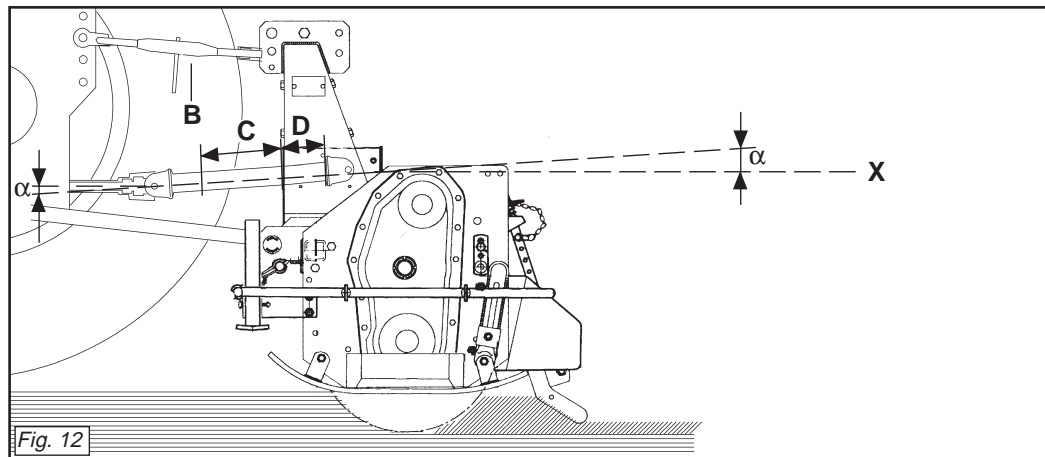
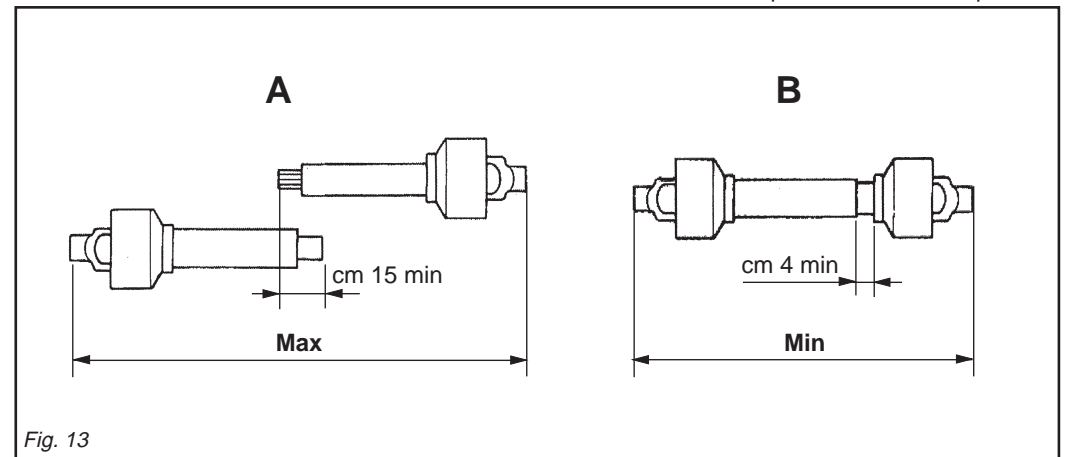

Fig. 12
Fig. 13
Per fare ciò aumentare o diminuire la lunghezza della barra superiore dell'attacco (B Fig. 12) in modo da portare l'asse (X Fig. 12) della ghiera scanalata della scatola parallela al suolo.
- I due angoli (α Fig. 12) formati dalle assi delle forcelle e l'asse dei tubi scorrevoli saranno uguali e non dovranno superare i 10°.
- La copertura (C Fig. 12) dei tubi scorrevoli deve essere di 15 cm minimo (Fig. 13).
- I due tubi dell'albero di trasmissione a cardano non si devono ricoprire completamente, una corsa di sicurezza (D Fig. 12) di 4 cm minimo deve sussistere.
To achieve this, increase or decrease the length of the top bar of the hitch (B Fig. 12) so as to set the axis (X Fig. 12) of the housing's grooved ring nut parallel to the ground.
- The two angles (α Fig. 12) formed by the fork axes and the axis of the sliding tubes will be equal and must not exceed 10°.
- The sliding tubes (C Fig. 12) must overlap by at least 15 cm (Fig. 13).
- The two tubes of the driveline shaft must not fully overlap. There must always be a safety travel (D Fig. 12) of at least 4 cm.
Um dies zu erhalten, die Länge der oberen Kupplungsstange (B Abb. 12) erhöhen oder verringern, bis die Achse (X Abb. 12) der Keilmutter des Gehäuses parallel zum Boden steht.
- Die beiden Winkel (α Abb. 12), die aus den Achsen der Gabeln und der Achse der Gleitrohre bestehen, müssen gleich groß sein und dürfen auf keinen Fall größer als 10° sein.
- Die Überdeckung (C Abb. 12) der Gleitrohre muss mindestens 15 cm ausmachen (Abb. 13).
- Die beiden Röhre der Gelenkwelle dürfen sich nicht ganz überdecken. Es muss noch einen Sicherheitshub (D Abb. 12) von mindestens 4 cm geben.
Pour obtenir cette condition augmenter ou diminuer la longueur de la barre supérieure de l'attelage (B Fig. 12) de manière à ce que l'axe (X Fig. 12) de la bague cannelé de la boîte soit parallèle au sol.
- Les deux angles (α Fig. 12) formés par les axes des fourches et l'axe des tubes coulissants doivent être identiques et ne doivent pas dépasser 10°.
- La couverture (C Fig. 12) des tubes coulissants doit être au minimum de 15 mm (Fig. 13).
- La cobertura (C Fig. 12) de los tubos corredizos debe ser como mínimo de 15 cm (Fig. 13).
Quando esso è inserito al massimo, il gioco minimo consentito deve essere di 4 cm. (Fig. 13).
When fully inserted, the minimum play must be 4 cm. (Fig. 13).
Wenn die beiden Teile ganz zusammengeschoben sind, muß das kleinstmögliche Spiel 4 cm ausmachen. (Abb. 13).